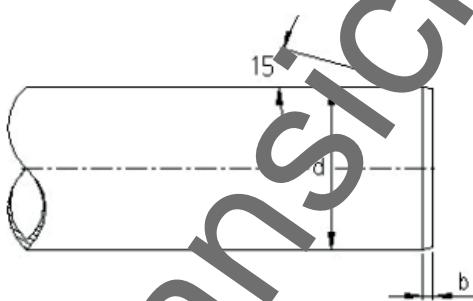

Bild 1: ABS Rohrverbindung Maß b
- die Rohrenden werden außen mit einem Winkel von ca.15°(s. Bild 1 und Tabelle 1) angeschrägt um einen entgegnet